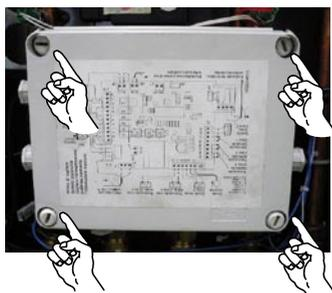

Figura 4.9
- Per accedere alla scheda elettronica rimuovere le viti indicate in Figura 4.9 della scatola elettrica.